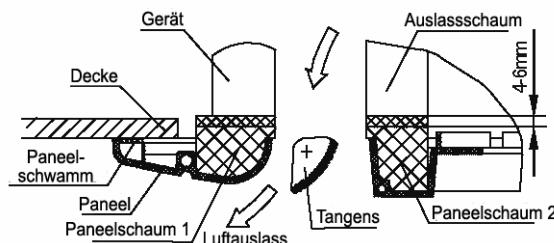

Abb. 12
e. Ziehen Sie die Schrauben unter den Paneelhaken so lange weiter an, bis die Schwammdicke zwischen dem Hauptgerät und dem Paneelausgang nur noch 4~6 mm beträgt. Die Paneelkante muss gut mit der Decke abschließen. (Siehe Abb. 12)